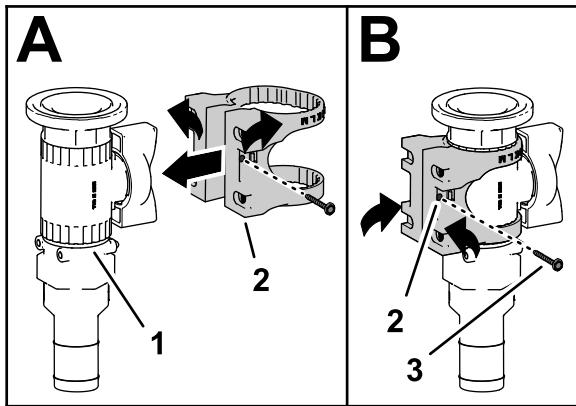

Figure 40
3. Assemblez le support de vanne sur la vanne de commande à bride, comme montré dans l'encadré A de la Figure 40.
4. Fixez le support de montage sur la vanne de commande à l'aide d'une vis à embase (n° 6), puis serrez la vis à la main (**B** de Figure 40).